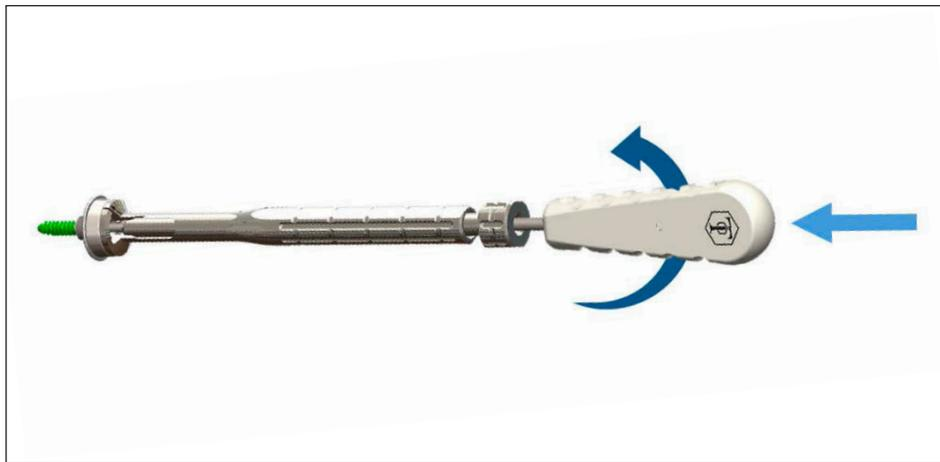

Abb. 36
**Schritt 2:** Den Schraubendreher für den Basisplatten-Insertergreif [MWJ123] nach unten drücken und gegen den Uhrzeigersinn drehen, bis die Schraube herausfällt (Abb. 36).